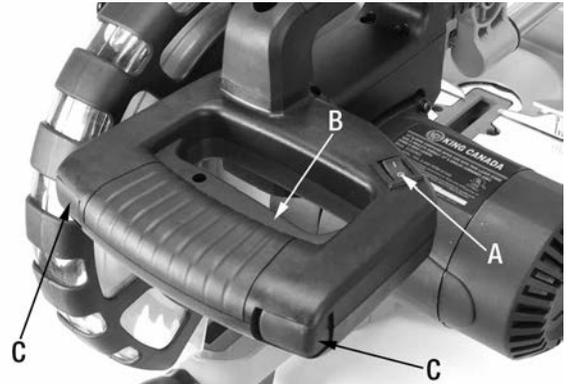

FIGURE 14
Le système de guide à deux lasers est contrôlé par l'interrupteur (A) Fig.14 et fonctionnera seulement lorsque le cordon d'alimentation est branché à une source de courant.
Cette scie à onglets est dotée d'une fonction de sécurité conçue pour réduire les démarrages accidentels. La gâchette (B) Fig.14 vient avec 2 boutons de sécurité (C) Fig.14, l'un de ces boutons de sécurité doit être enfoncé pour engager la gâchette et mettre la scie à onglets en marche. Si le bouton de sécurité n'est pas enfoncé, la gâchette ne peut pas être activée.